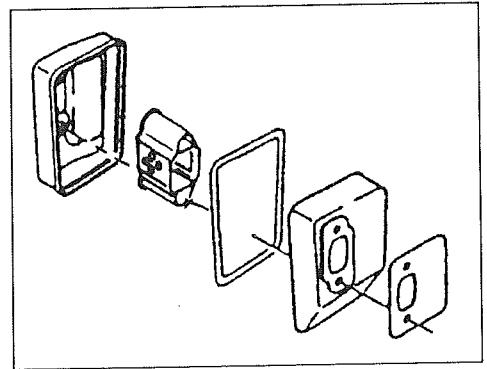

Fig.3-10
**Cleaning the muffler (Fig. 3-10)**
**Nettoyage du silencieux (Fig. 3-10)**
**Pulizia del silenziatore (Fig. 3-10)**
**Reinigen des Schalldämpfers (Fig. 3-10)**
**Limpieza del silenciador (Fig. 3-10)**
**Rengöring av ljuddämparen (Fig. 3-10)**